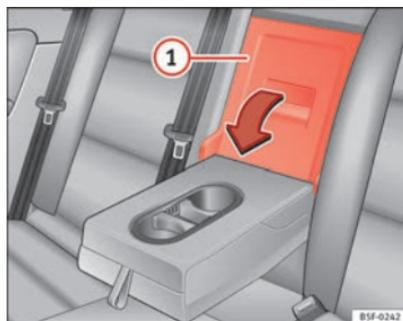

Abb. 102 An der Rücksitzlehne: Öffnung der Durchladeeinrichtung.
- Ziehen Sie den Entriegelungshebel in Pfeilrichtung und schwenken Sie den Deckel der Durchladeeinrichtung ⇒ Abb. 102 ① vollständig nach vorn.